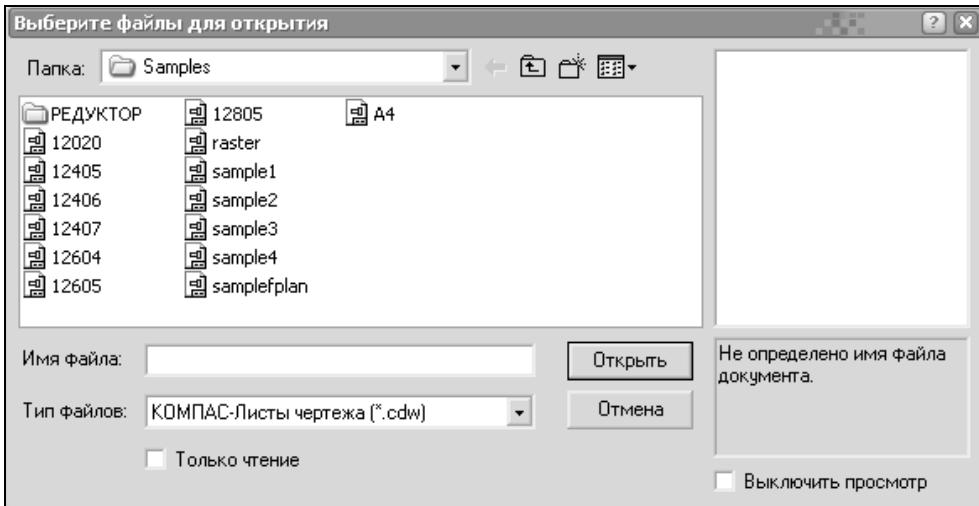

Рис. 2.4. Диалоговое окно
- переместите курсор на пункт **Открыть**. Обратите внимание, справа у этого пункта имеется символ многоточия. Запуск таких команд не приводит к их немедленному выполнению, а вызывает на экран диалоговое окно, в котором необходимо задать параметры для выполнения данной команды. Щелкните ЛК мыши, и система выведет на экран диалоговое окно **Выберите файлы для открытия** (рис. 2.4). В поле **Папка** данного окна будет открыта папка **Samples**. Выделите ЛК мыши любой из файлов. Его содержимое в уменьшенном виде отобразится в окне просмотра. Нажмите кнопку **Открыть**. В графическом окне будет открыт выбранный документ. Обычно сразу после открытия окно документа занимает только часть области документов графического окна КОМПАС-График. Щелчком на кнопке **Развернуть** в группе кнопок управления окном документа переключите окно в полноэкранный режим. При этом оно займет всю область документов, а кнопка **Развернуть** будет заменена на кнопку **Восстановить**. Для закрытия открытого документа достаточно щелкнуть на кнопке **Закрыть** окна документа. Так как вы не вносили в документ корректировки, он будет немедленно закрыт;
**Открыть** — вызывает диалоговое окно **Выберите файлы для открытия** (рис. 2.4);